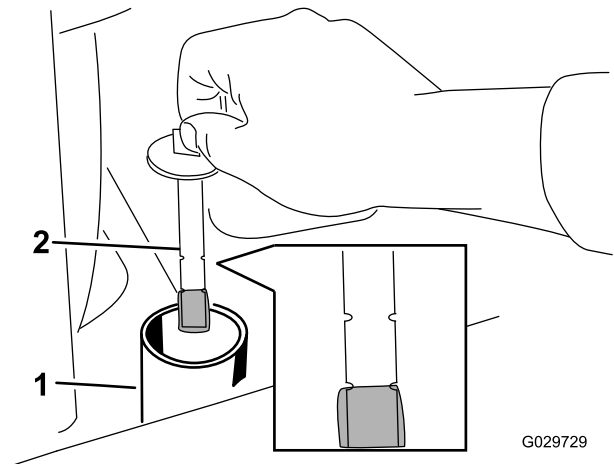

Figura 70
8. Retire el tapón del cuello de llenado y compruebe el nivel de fluido en la varilla (Figura 70).